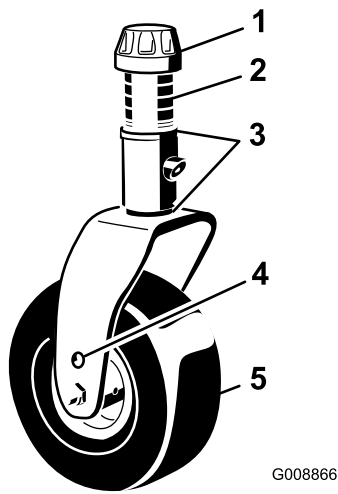

Figura 29
3. Ajuste los suplementos de 3 mm de las horquillas de las ruedas giratorias delanteras hasta que la altura de corte se corresponda con la marca de la pegatina (Figura 29); consulte Ajuste de la inclinación de la carcasa de corte \(página 79\).